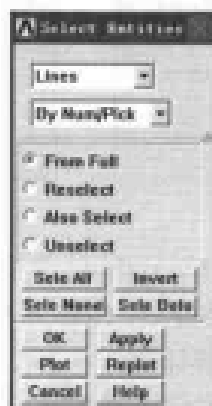

图 13-62 选择实体对话框
(3) 选择 Utility Menu | PlotCtrls | Numbering 命令, 出现 Plot Numbering Controls 对话框, 选择 LINE Line numbers 选项, 使其状态从 Off 变为 On, 其余选项均采用默认设置, 单击 OK 按钮关闭该对话框。
(4) 选择 Utility Menu | Plot | Lines 命令, 显示所有线段。
(5) 选择 Utility Menu | Select | Entities 命令, 出现 Select Entities 对话框, 在第 1 个下拉列表框中选择 Lines 选项, 在第 2 个下拉列表框中选择 By Num/Pick 选项, 在第 3 个选项组中选 From Full 单选按钮, 如图 13-62 所示, 单击 OK 按钮, 出现 Select Lines 菜单, 在文本框中输入 4, 6, 单击 OK 按钮关闭该菜单。